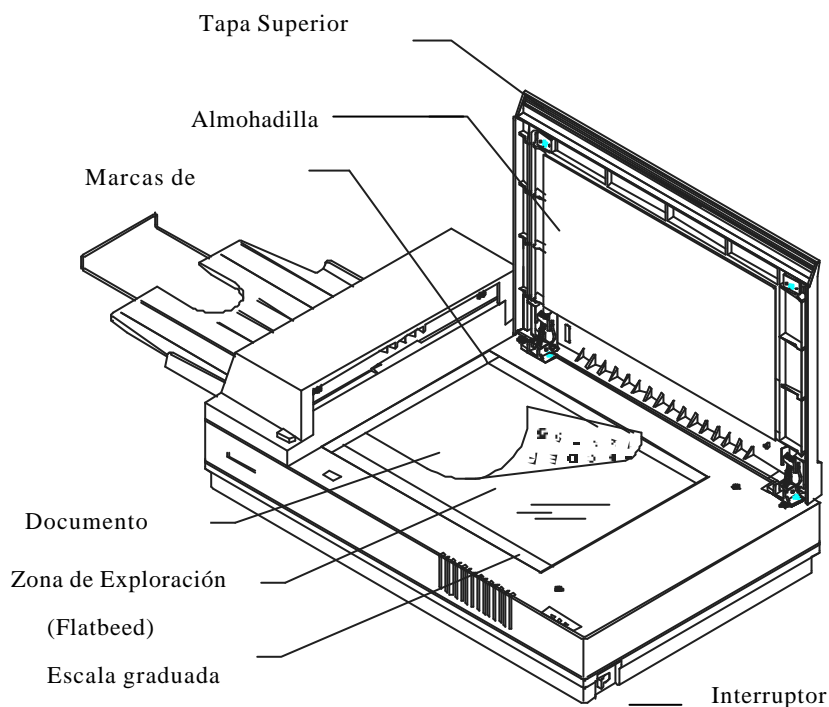

Figura 2-6-1 Colocación del documento para la Exploración.
- 1.) Exploración por cristal. Cuando se explore a través del cristal, hay que tener en cuenta, a la hora de situar el papel, las marcas de referencias, ver Figura 2-6-1.